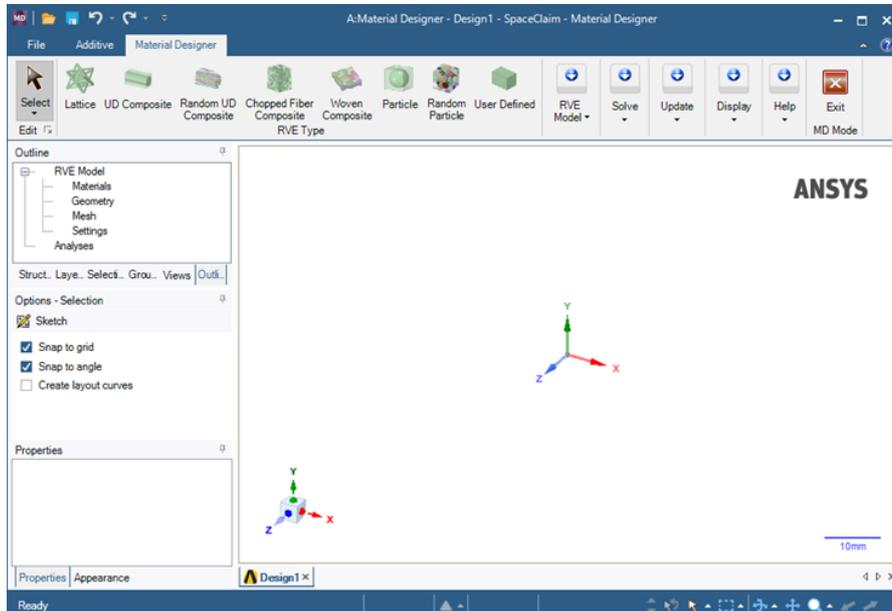

Рис. 4. Окно Material Designer
3. В первом модуле дважды нажимаем ЛКМ на *Material Designer*, после чего откроется окно, представленное на рис. 4.